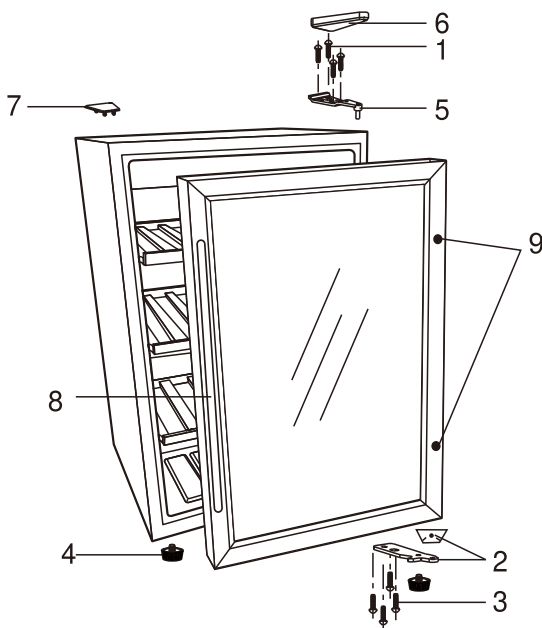

Fig. 3
- Abra la puerta y ligeramente remueva el marco plástico adentro de la puerta y ahí verá (2) hoyos y tornillos que están asegurando la manilla de la puerta.
- Utilizando un destornillador (no incluye), quite la manilla (Fig. 3: No. 8) girando los dos tornillos a la izquierda. Quite los tornillos y las arandelas y coloque en una ubicación segura. Coloque la manilla en una superficie acolchada.
- En el lado opuesto de la puerta, verá los dos (2) tornillos de masilla (Fig. 3: No. 9) cubriendo los hoyos donde la manilla debe ser instalada. Usando un destornillador parte plana (no incluye) quite los dos (2) tornillos de masilla (Fig. 3: No. 9) girando a la derecha de la parte interior de la puerta.
- Nota: No trate de quitar estos tornillos de masilla (Fig. 3: No. 9) del exterior de la puerta pues dañará al marco de la puerta del acero inoxidable.
- Ponga los tornillos de masilla (Fig. 3: No. 9) sobre los hoyos en el lado opuesto de la puerta.
- Instale la manilla (Fig. 3: No. 8) en el lado deseado. (Vea sección en la página 6)